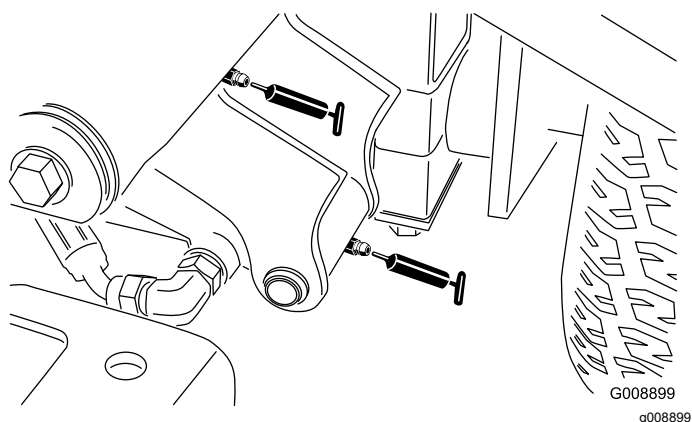

Figura 33
- Pivote (2) y cilindro de elevación del brazo de elevación delantero izquierdo (**Figura 33**)